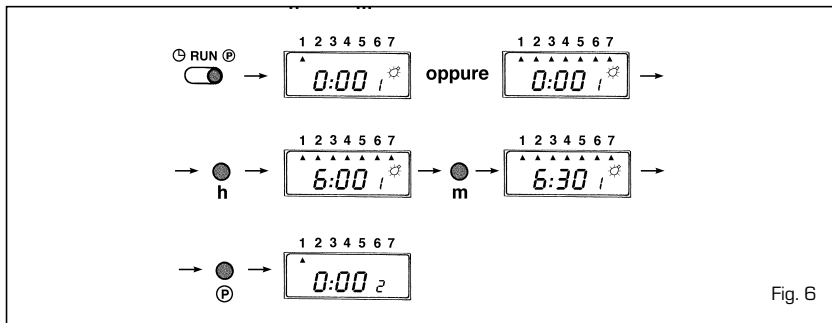

Fig. 6
- Seleção do programa (fig. 6)